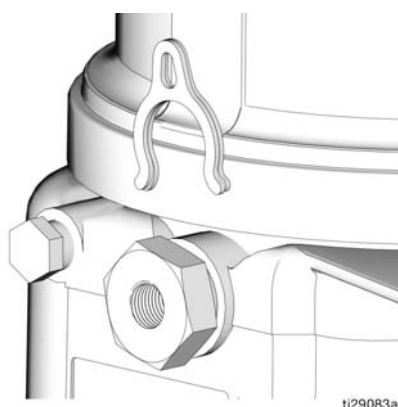

Рис. 18
- С помощью ключа ослабьте патрон насоса, поворачивая его против часовой стрелки. Не снимайте патрон полностью. Достаточно только немного его ослабить, чтобы можно было добавить или убрать разделитель (Рис. 18).
Для регулировки перекачиваемого объема используются разделители: 0, 1 или 2 (Рис. 18).